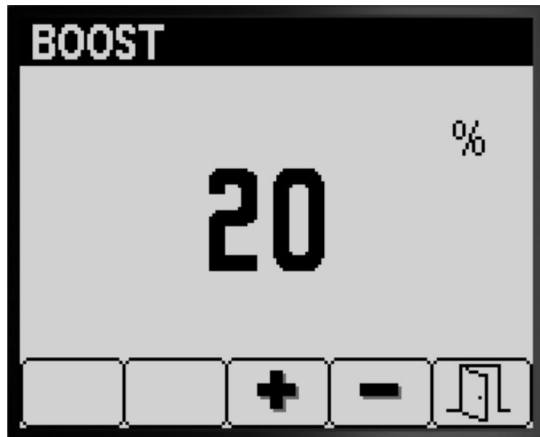

Figura 9
2. Prima o botão 4 para seleccionar a definição da % de aumento (Figura 9).
3. Prima os botões 3 ou 4 para aumentar ou baixar a percentagem de aumento (Figura 9).